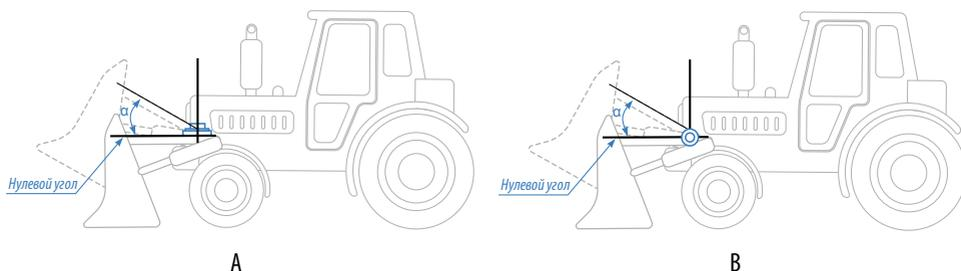

Рис.1. Пример установки датчика угла.
- Датчик осуществляет измерение угла наклона (α) относительно горизонтальной плоскости, обозначающей нулевой угол, кроме режимов «Тангаж» и «Крен». Начальное положение датчика при установке может быть произвольным, что позволяет установить его на любой подходящей плоскости. Например, на Рис.1, (А) датчик установлен на горизонтальной площадке, на Рис.1, (В) – на боковой площадке.